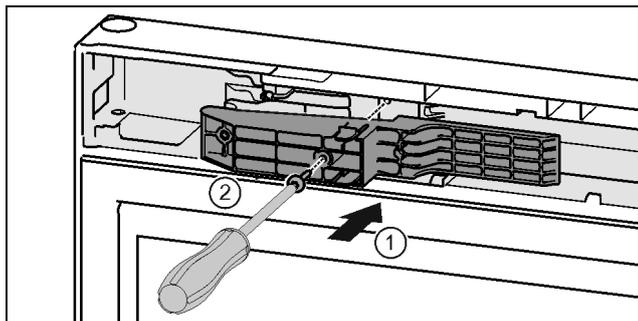

Fig. 48 \*
- ▶ Τοποθετήστε τον αντίπορα στην πλευρά της λαβής στην εγκοπή. Fig. 48 (1)\*
- ▶ Σφίξτε τις βίδες με κατσαβίδι T15. Fig. 48 (2)\*